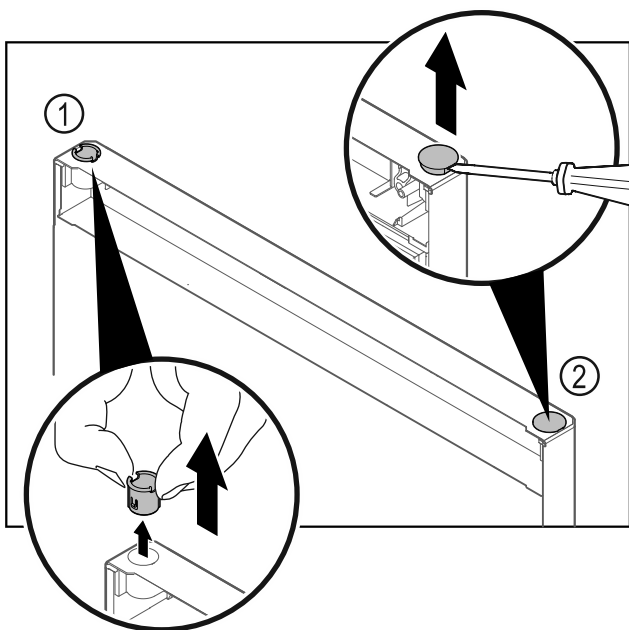

Fig. 20
- Pirštais ištraukite šarnyrinę įvorę Fig. 20 (1).
- Dengiamąjį kamštį Fig. 20 (2) atsargiai pakelkite išdrožiniu atsuktuvu ir jį ištraukite.